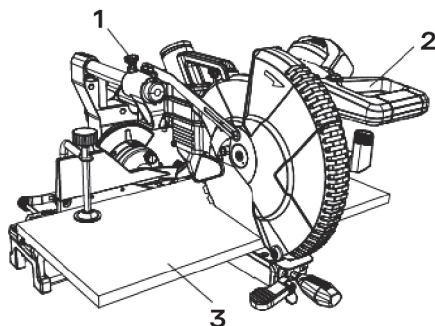

рис. 45
1. Разблокировать ручку блокировки выдвижной каретки (1) и дать возможность режущему блоку свободно перемещаться (рис. 45).
4. Взяться за ручку выключателя (2) и потянуть каретку вперед, пока центр диска пилы не окажется над передней частью заготовки (3).